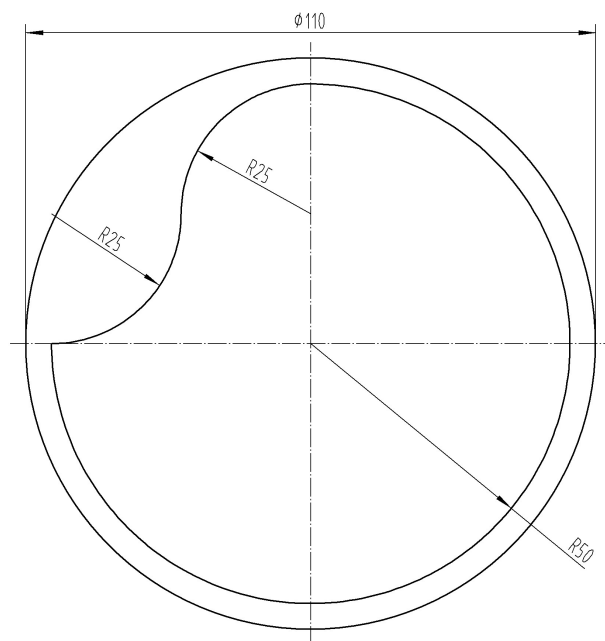

图 9: 刀补实例 1
1、在数控铣床或加工中心上加工如图9所示的零件, 试完成程序的编写。